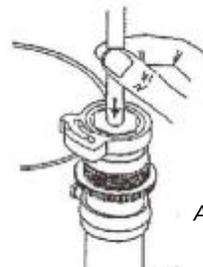

Abbildung 8.41
2. Oberen inneren Zylinderrand leicht einölen, den Taucherteil genau darüberhalten; das Zubehörteil muß am Rand aufliegen. Taucher fest in den Zylinder stoßen (vgl. Abb. 8.41).